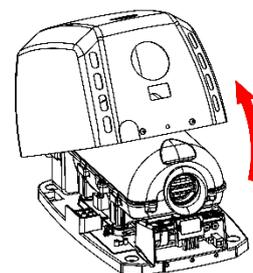

Рисунок 3.
- Снимайте корпус в наклонном состоянии (Рисунок 3) до полного извлечения верхней защелки, при этом следует соблюдать осторожность, чтобы: